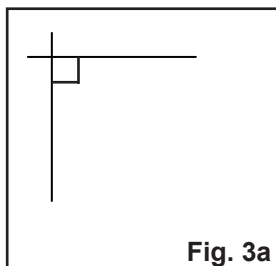
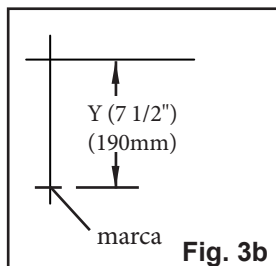
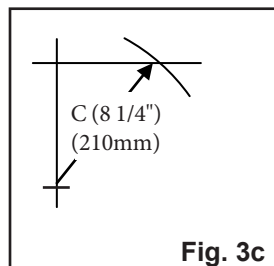
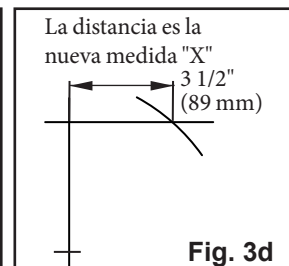

Fig. 3a
Fig. 3b
Fig. 3c
Fig. 3d
- Determine la medida final.** En una superficie vertical plana, con un nivel, trace una línea horizontal y una vertical creando un triángulo rectángulo (Fig 3a). Mida desde la intersección en la medida "Y" establecida y marque (Fig 3b). Con la cinta mida comenzando en la marca "Y" modificada, mueva la cinta a lo largo de la línea de "X" y marque la medida "C" donde cruza la línea "X" (Fig. 3c). Mida desde la intersección hacia la intersección "C" y esta será su nueva medida "X" (Fig. 3d).